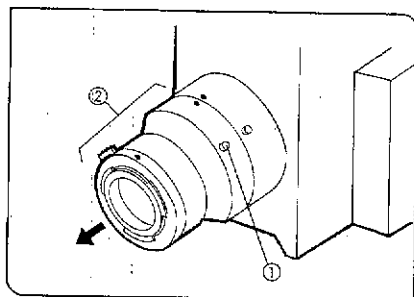

図 112
### 3 SLRポートへのTVアダプタの取付け (図112, 113)
(図112, 113)
①を六角ドライバでゆるめ、前側のアダプタ部分②を取外します。(図112)